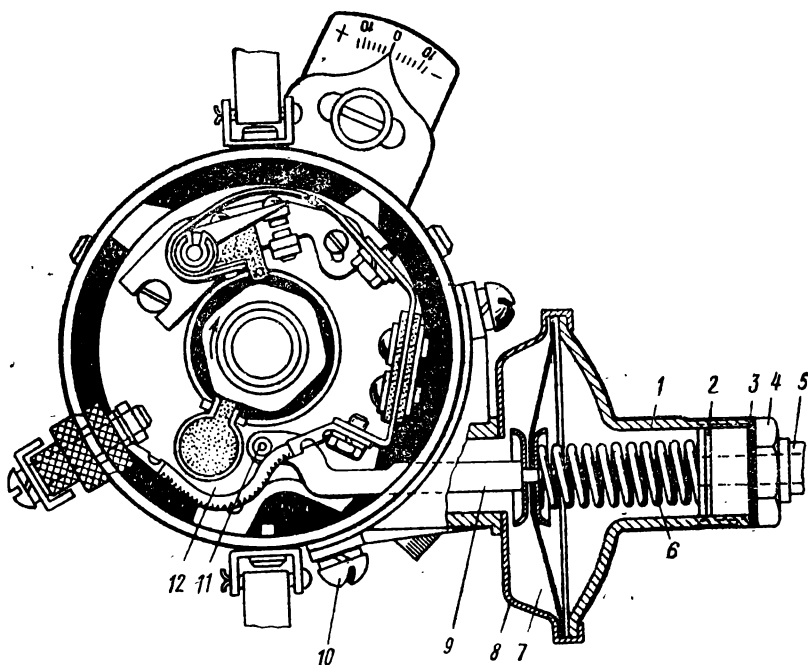

Рис. 17
1. За счет поворота кулачка. 2. За счет поворота подвижного диска 12 (рис. 17) с контактами относительно кулачка.
VIII. Какая деталь (рис. 17) соединяет подвижной диск 12 с диафрагмой 7 вакуумного регулятора?
1. Левая, через корпус прерывателя. 2. Правая, через штуцер 4 и трубку 5 (рис. 17).
X. При какой частоте вращения коленчатого вала разряжение в задрессельном пространстве карбюратора усиливается, диафрагма 7 (рис. 17), преодолевая усилие пружины 6, выгибается вправо и тягой 9 перемещает диск 12 прерывателя против часовой стрелки (навстречу направлению вращения кулачка)?
1. С увеличением нагрузки дроссельные заслонки открываются больше, а разрежение в задрросельном пространстве карбюратора уменьшится, пружина 6 (рис. 17) выгибает диафрагму 7 влево и поворачивает диск 12 по часовой стрелке, вследствие чего угол опережения зажигания уменьшается. 2. С увеличением нагрузки дроссельные заслонки открываются больше (ближе к полному открытию), в задрросельном пространстве разрежение увеличивается, диафрагма выгибается вправо и через тягу 9 (рис. 17) поворачивает диск прерывателя 12 против часовой стрелки, увеличивая при этом угол опережения зажигания.